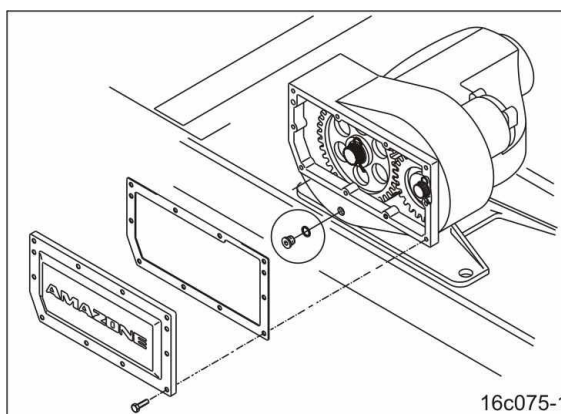

Fig. 158
7. Déposer les ressorts de fixation (Fig. 158/1).